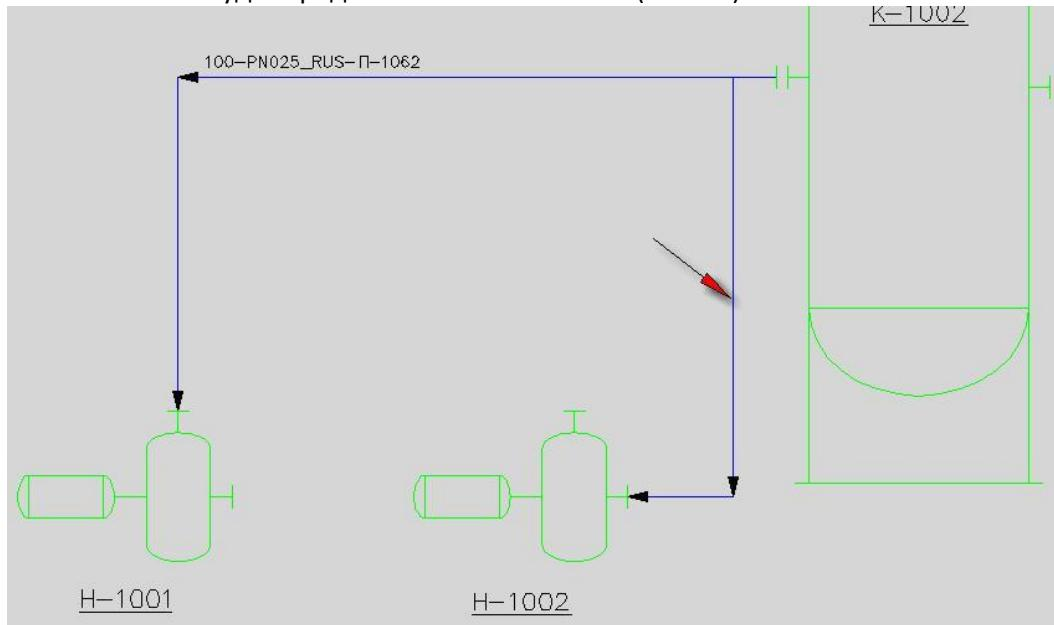

Рис. 14
- Постройте новую линию от линии **1062** до второго насоса **H-1002**. Выберите пиктограмму **Основной сегмент линии** на вкладке **Линии** палитры инструментов. После указания первой точки линии наберите в командной строке букву **C** (в русской раскладке клавиатуры) для создания новой линии. Если этого не сделать, новая линия будет продолжением линии **1062** (Рис. 14).